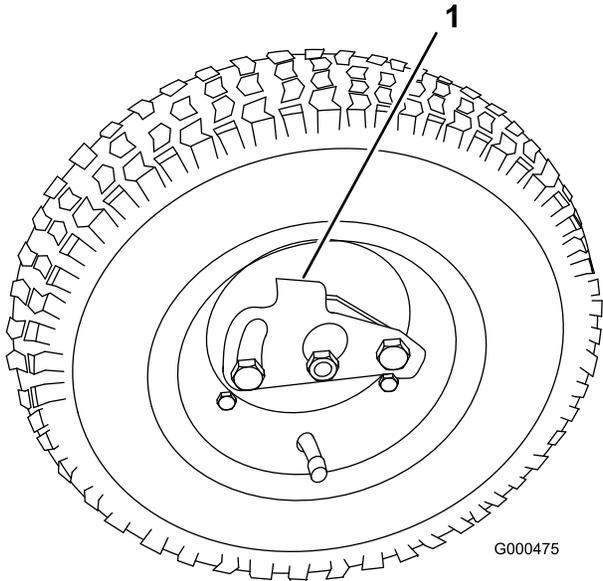

图10
2. 将行走轮锁定夹压向轮的中心然后将行走轮滑到六角轴上图10。